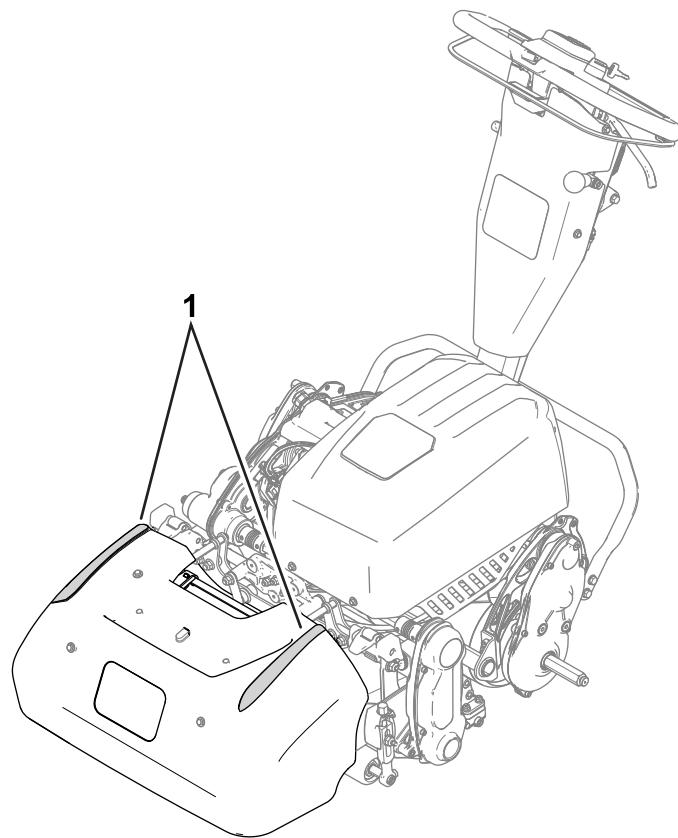

Figura 17
- Para ayudar a mantener una línea recta a través del green y mantener la máquina a la misma distancia de la pasada anterior, utilice las señales de alineación del recogedor (Figura 17).